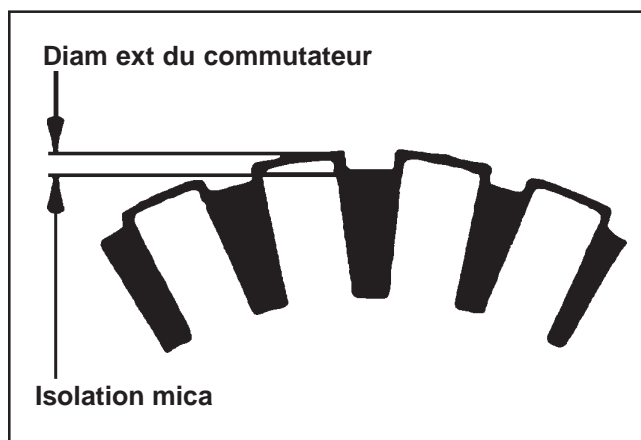

Figure 8-53. Contrôle du mica du commutateur.
- Nettoyer et inspecter le commutateur (surface externe). L'isolation en mica doit être plus basse que les barres du commutateur afin que le commutateur fonctionne correctement. Voir la Figure 8-53.